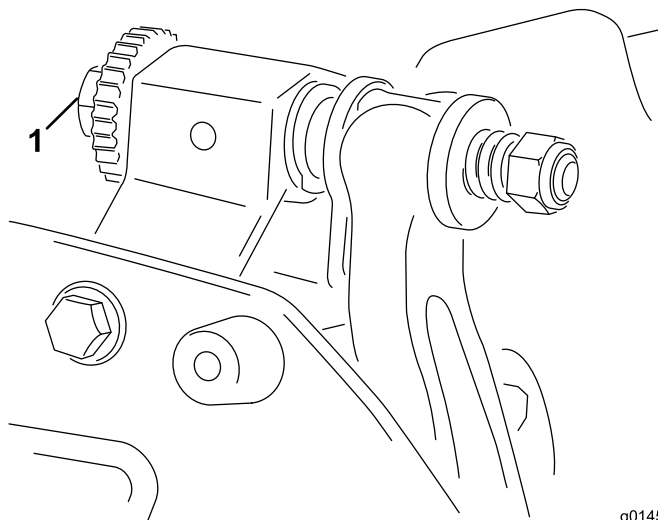

Bild 8
- A. Drehen Sie die Einstellschrauben des Untermesserträgers um jeweils eine Kerbe nach rechts, bis Sie leichten Kontakt spüren und hören (Bild 8).
6. Drehen Sie die Einstellschraube des rechten Untermesserträgers (Bild 8), bis Sie einen leichten Druck (d. h. Widerstand) an der Beilagscheibe spüren, wenn Sie sie von einer zur anderen Seite verschieben. Entfernen Sie die Beilagscheibe.